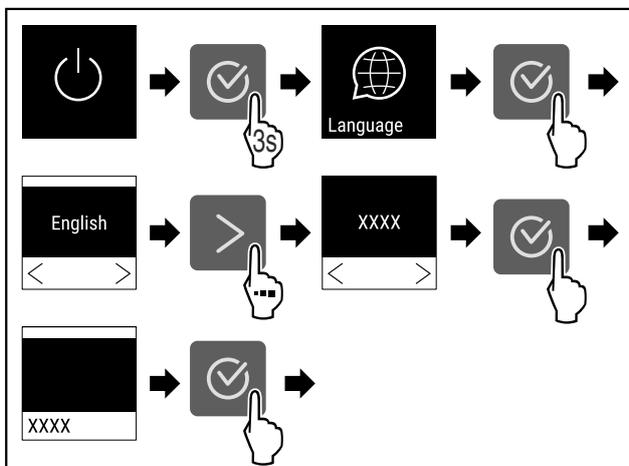

Fig. 54
- ▶ Εκτελέστε τα βήματα ενεργειών (βλέπε Fig. 54) .